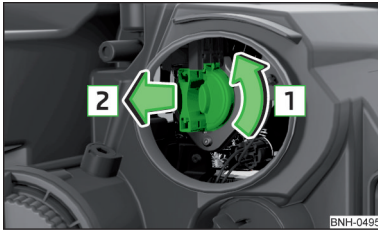

Abb. 182
- › Den Sockel bis zum Anschlag in Pfeilrichtung **1** drehen » Abb. 182.